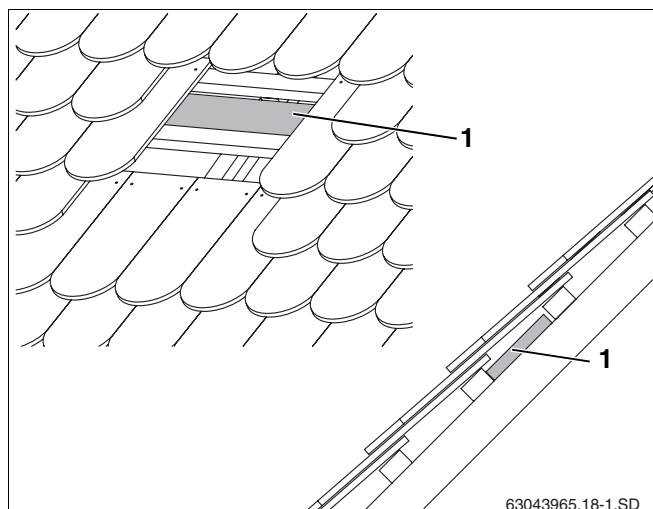

Fig. 16 Montar tablas o tablones en caso necesario
En función de las posiciones de los ganchos de tejado (tab. 5 y tab. 6, pág. 16), sobre los cabrios (dejar libres los contralistas) deben montarse, si es preciso, suficientes tablas o tablones resistentes (fig. 16, **pos. 1**) para poder montar el gancho de tejado entre los cabrios.